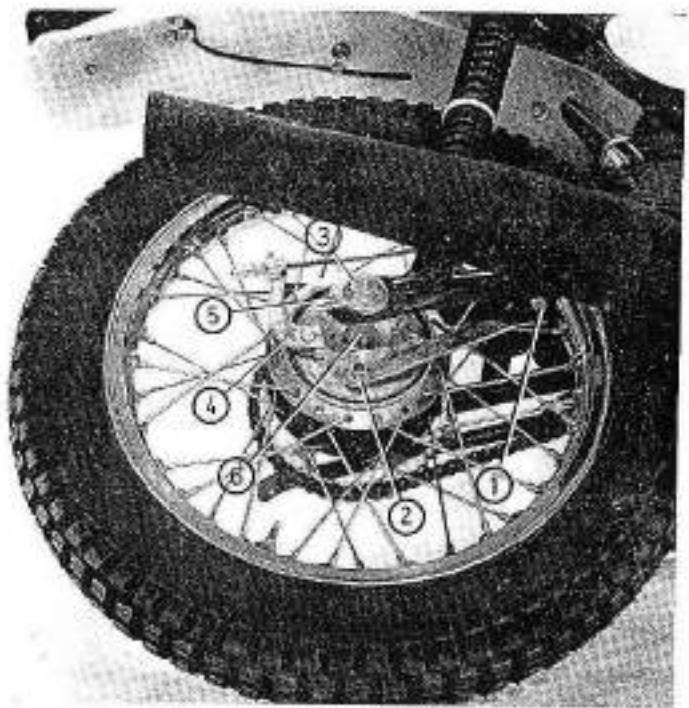

Fig. 21
Aflojar el eje de la rueda 3 (fig. 21 y anclaje 1.2). Actuar con las llaves hasta conseguir la oscilación de 40 mm en la cadena, asegurándose de que se apoyan bien los asientos del basculante. Una vez todo apretado, comprobar que el tensado es correcto, puesto que si la cadena se dejara excesivamente tirante puede dañar el eje y piñón de salida del cambio de velocidades.
Desserrez l'axe de la roue 3 (fig. 21, ancrage 1.2). Agir sur les cames jusqu'à obtenir l'oscillation de 40 mm de la chaîne, s'assurant que les assises du bras oscillant s'appuient bien. Une fois le tout resserré, s'assurer que la tension est correcte, car si la chaîne est trop tendue, elle peut endommager l'axe et le pignon de sortie de la boîte de vitesses.
Loosen the wheel axle 3 (fig. 21 and anchor plate 1.2). Rotate the cams until obtaining the 40 mm play in the chain, making sure that they seat properly against their flanges on the swinging arms. After all has been tightened, check that tension is correct, because if the chain is too tight, the engine shaft and sprocket may be damaged.
2. **Desmontaje de la rueda trasera.** Para ello soportar la máquina de manera que la rueda gire libremente. Desmontar el tirante anclaje del plato portazapatas 2 (fig. 21) aflojando previamente su fijación a la basculante 1. Soltar el cable del freno, presionando sobre la palanca 4.
2. Démontage de la roue arrière. Placer la machine sur un support de façon à ce que la roue tourne librement. Démonter la bride d'ancrage du plateau porte-garnitures 2 (fig. 21), en desserrant au préalable la fixation au bras oscillant 1. Détailler le câble du frein en desserrant l'écrou du levier 4.
2. Removing the Rear Wheel. Support the frame so that the rear wheel is off the ground. Remove the anchor plate from the backing plate 2 (fig. 21) previously loosening its attachment to the swinging arm 1. Remove the brake rod loosening the brake lever adjuster 4.